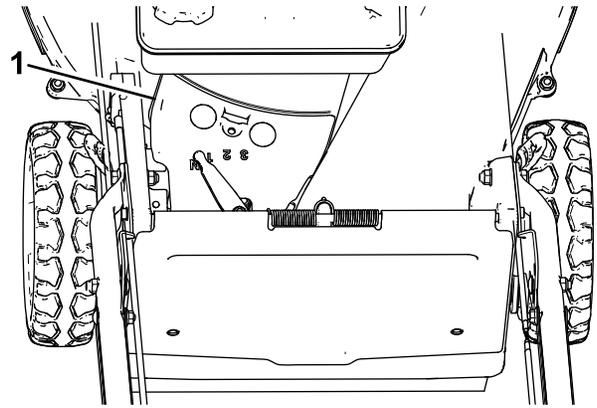

Figura 38
3. Retire la cubierta de la correa (**Figura 38**) de la carcasa de corte.